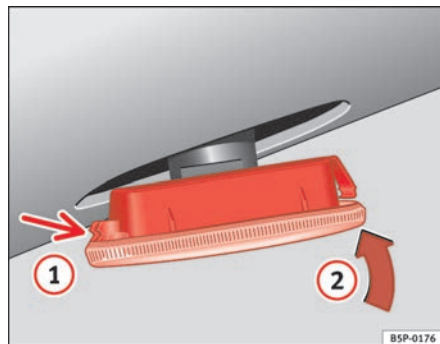

Abb. 152 Seitliche Blinker
- Den Blinker durch Einrasten der Halterungen (1) ⇒ Abb. 152 zuerst in die Aufnahme in der Karosserie und anschließend den Blinker in Richtung von Pfeil (2) ⇒ Abb. 152 einsetzen. ■